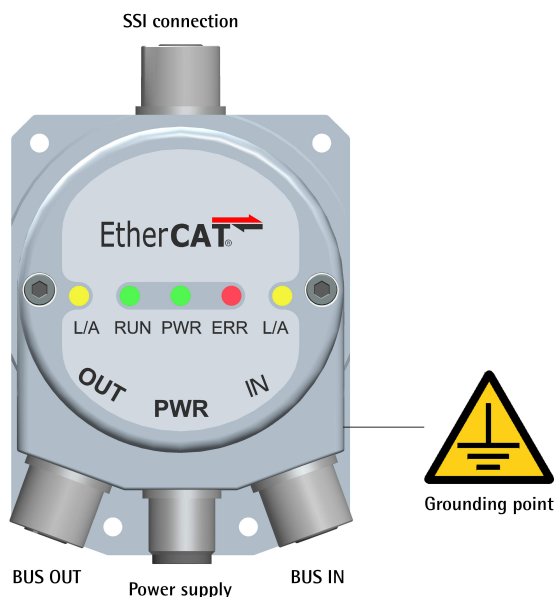

Figura 4
4.2 Connettore SSI (Figura 4)
4.3 Connettori interfaccia EtherCAT e alimentazione (Figura 4)
Collegare la calza del cavo e/o la custodia del connettore e/o il corpo del dispositivo a un buon punto di terra; assicurarsi che il punto di terra sia privo di disturbi. Il collegamento a terra può essere effettuato sul lato dispositivo e/o sul lato utilizzatore; è compito dell'utilizzatore valutare la soluzione migliore da adottare per minimizzare i disturbi. Si consiglia di effettuare il collegamento a terra il più vicino possibile al dispositivo. Per la messa a terra si consiglia di utilizzare il punto di collegamento previsto sul coperchio del dispositivo (si veda la Figura 4, utilizzare una vite TCEI M3 x 6 a testa cilindrica con due rondelle zigrinate).